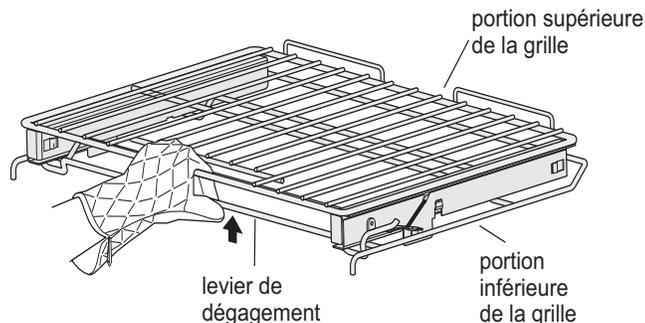

Figure 6 : Grille de four extensible Luxury Glide™
- Pour retirer - Avec une main, prenez l'ouverture de la poignée et soulevez le levier de dégagement situé à travers la face avant de la grille tel qu'illustré dans la Figure 6.